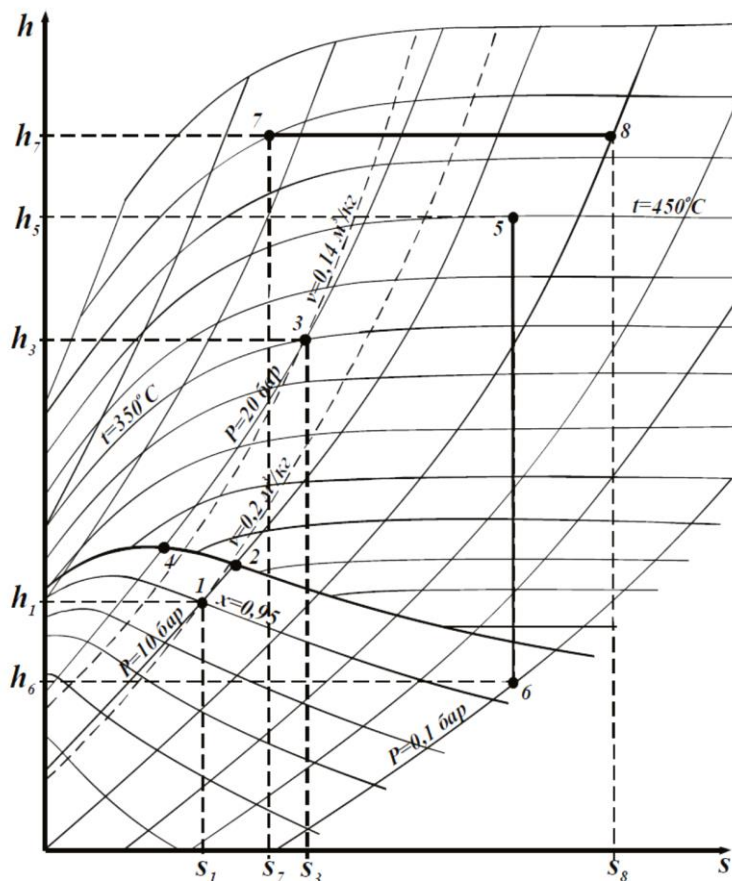

Рис. 2. Схема побудови процесів на $h-s$ -діаграмі водяної пари
1. Користаючись h -діаграмою (див. дод.5), знаходимо точку 1, що характеризує даний стан пари (рис. 2).
Для цього шукаємо точку 2 перетинання ізобари 10 бар з верхньою межевою кривою (рис. 2).
$$v_1 = 0,2 \text{ м}^3/\text{кг} \text{ (рис. 2).}$$